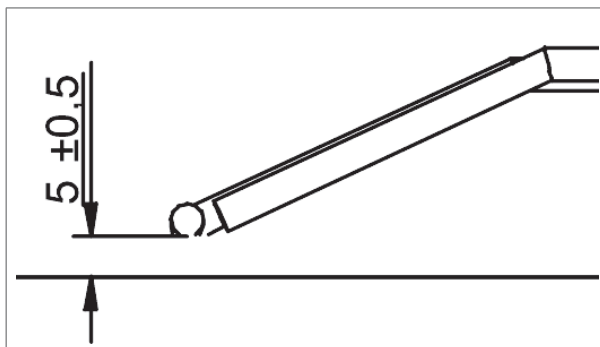

Figure 20 - Distance entre l'électrode et le brûleur
- a. La distance entre l'électrode et le brûleur doit être égale à  $(\pm)$  mm (figure 20).